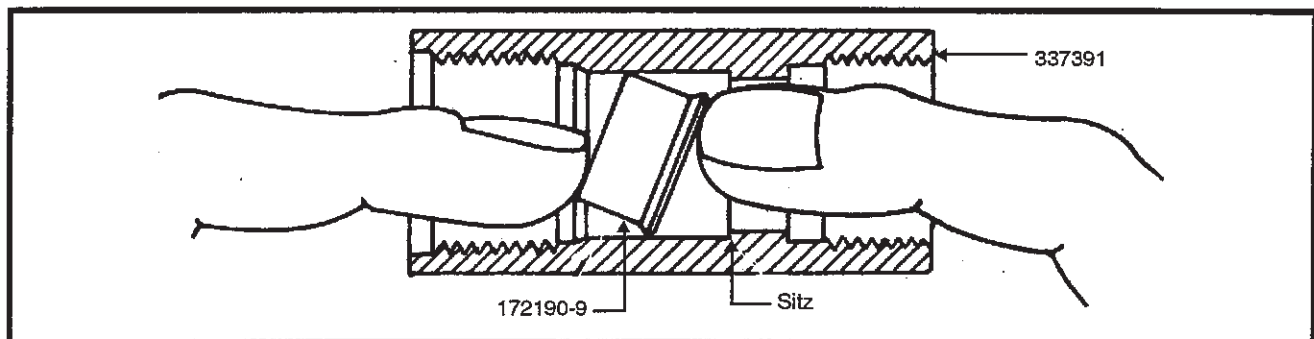

Abbildung 6: Installation der Dichtung 172190-9
- b. Die Dichtung seitwärts in die Haltevorrichtung einführen (Abbildung 6).
- c. Die Dichtung von beiden Seiten mit den Fingern durch beide Enden der Haltevorrichtung drücken. Die Dichtung kann zur ordnungsgemäßen Position im Sitz bewegt werden. (Abbildung 6).